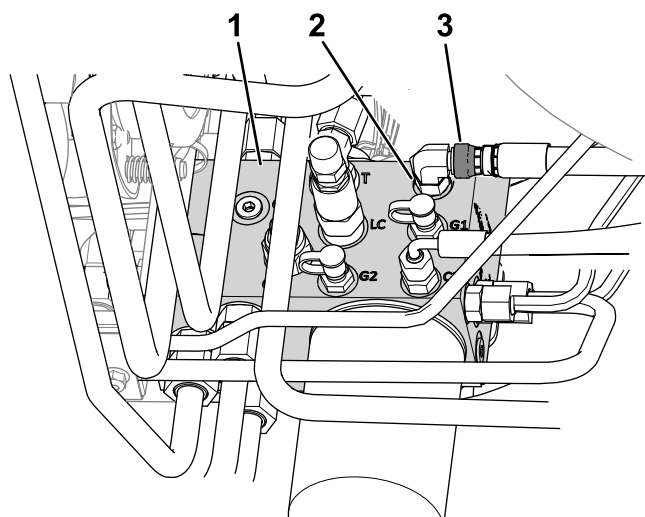

**Рисунок 9**
- Поместите сливной поддон под гидравлический коллектор (показанный на Рисунок 9).